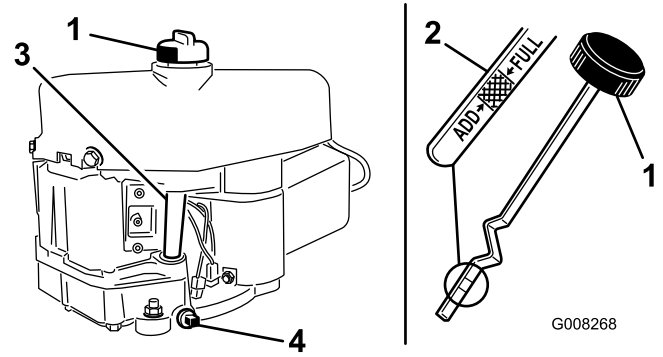

Figura 23
7. Pulite attorno all'asta di livello (Figura 23) in modo che la morchia non possa penetrare nel foro di rifornimento e danneggiare il motore.
8. Svitare l'asta di livello dell'olio e pulite l'estremità metallica (Figura 23).
9. Infilate a fondo l'asta di livello nel bocchettone di rifornimento (Figura 23).
9. Togliete il tappo di spurgo per lasciare defluire l'olio (Figura 23).
11. Pulite la zona circostante l'asta di livello e svitate il tappo (Figura 23).
12. Versate lentamente nel tubo di rifornimento (Figura 23) l'80% circa dell'olio motore.